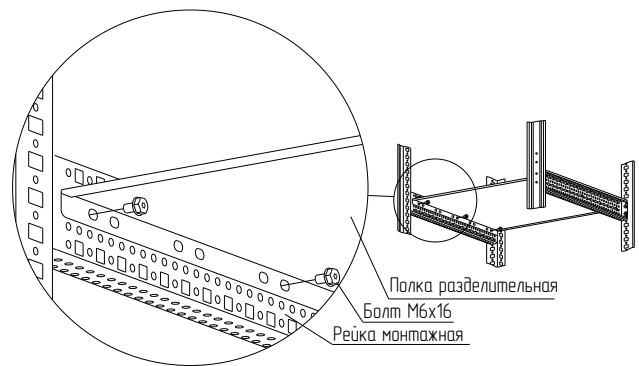

Рисунок 17
4.7.3 Закрепите полку разделительную болтами М6×16 между рейками монтажными (рисунок 17). Момент затяжки – 7 Н·м. Болты приобретаются отдельно.